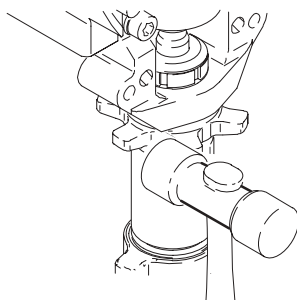

Fig. 19
4. Fig. 19. Desserrer l'écrou en tapant avec un marteau de plastique. Dévisser la pompe.